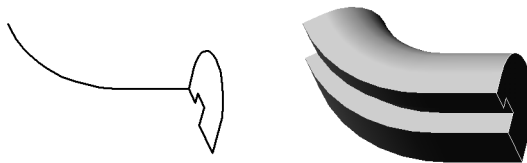

Рис. 76.5. Эскизы и элемент, образованный кинематической операцией
- ▼ **Кинематическая операция** — перемещение эскиза вдоль указанной направляющей (рис. 76.5).